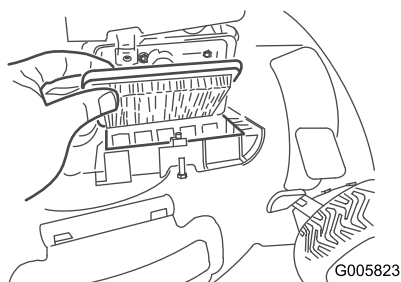

Figura 21
2. Cambie el filtro de aire (Figura 21).